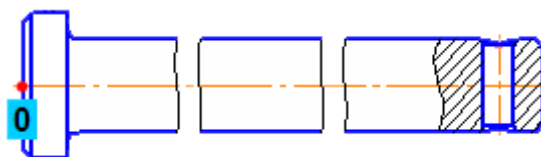

Рисунок 3.
- В детали Ось за точку начала координат удобно принять среднюю точку на левом торце (рис. 3).